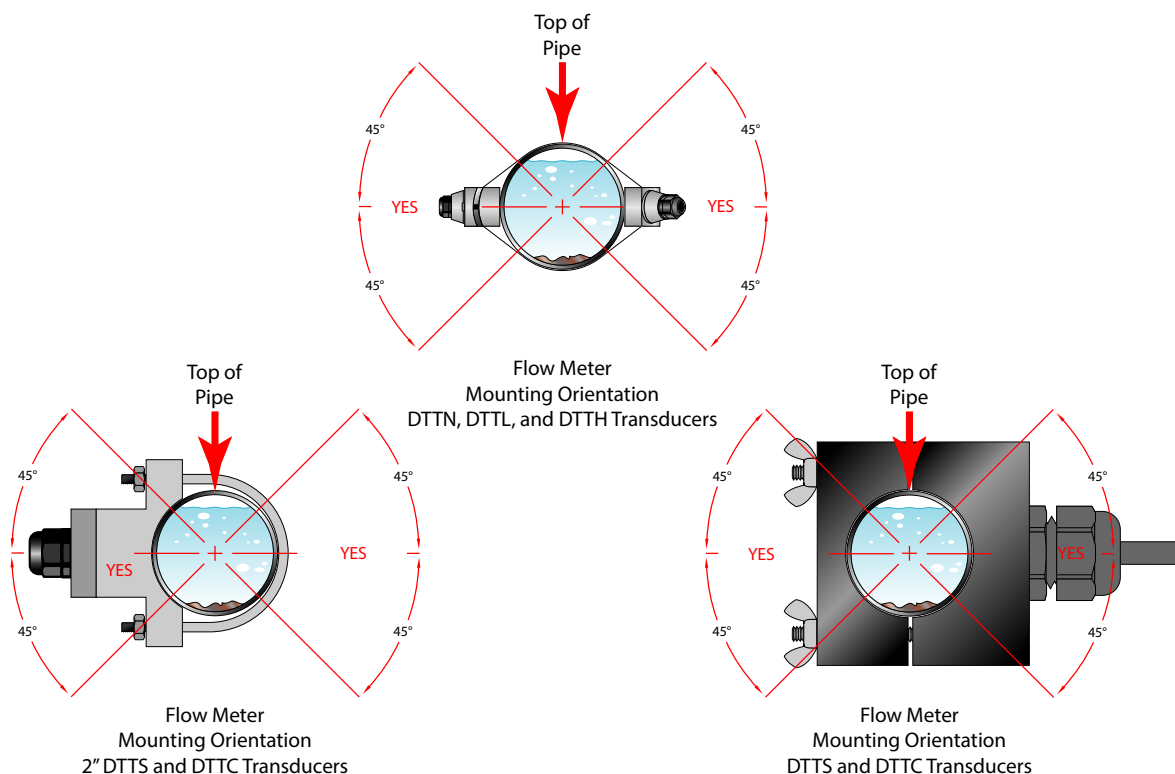

ABBILDUNG 2.2 – AUSRICHTUNG DER SENSOREN – WAAGERECHT VERLAUFENDE ROHRE
DTTN-, DTTL- und DTTH-Sensoren müssen korrekt ausgerichtet und im richtigen Abstand am Rohr befestigt sein, um eine optimale Zuverlässigkeit und Leistung zu gewährleisten. An waagrecht verlaufenden Rohren, wenn eine Befestigung in **Z-Montage** erforderlich ist, sollten die Sensoren 180 Grad radial voneinander und mindestens 45 Grad vom oberen Mittelpunkt und unteren Mittelpunkt des Rohrs befestigt werden. Siehe **Abbildung 2.2**. Siehe auch Montage der Sensoren in Z-Montage. An senkrecht verlaufenden Rohren ist die Ausrichtung nicht entscheidend.
DTTS- und DTTC-Messwandler sollten so angebracht werden, dass die Verkabelung innerhalb von ± 45 Grad von der Seite eines waagrecht verlaufenden Rohrs austritt. Siehe **Abbildung 2.2**. An senkrecht verlaufenden Rohren trifft die Ausrichtung nicht zu.
- 2) Befestigen Sie den Sensoren auf waagrecht verlaufenden Rohren so ausgerichtet, dass das Kabel in einem Winkel von ± 45 Grad aus der Seite des Rohrs austritt. Das Kabel darf nicht oben oder unten am Rohr austreten. An senkrecht verlaufenden Rohren spielt die Ausrichtung keine Rolle. Siehe **Abbildung 2.2**.
- 3) Falten Sie das Papier am Knick. Markieren Sie die Falz. Markieren Sie das Rohr an der Stelle, an der einer der Sensoren befestigt werden soll. Zulässige radiale Ausrichtungen siehe **Abbildung 2.2**. Wickeln Sie die Vorlage nun so um das Rohr, dass der Anfang des Papiers und eine Ecke an der Markierung sitzen. Gehen Sie zur anderen Seite des Rohres und markieren Sie das Rohr an den Enden der Falz. Messen Sie vom Ende der Falz (von der Position des ersten Messaufnehmers direkt über das Rohr) das in **Schritt 2**, Abstände zwischen den Messaufnehmern, bestimmte Maß ab. Markieren Sie diese Stelle auf dem Rohr.